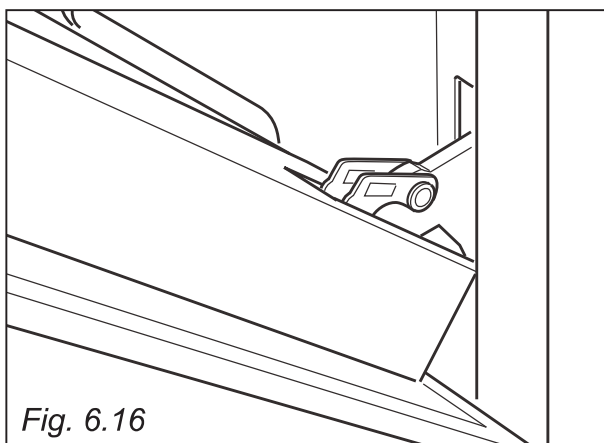
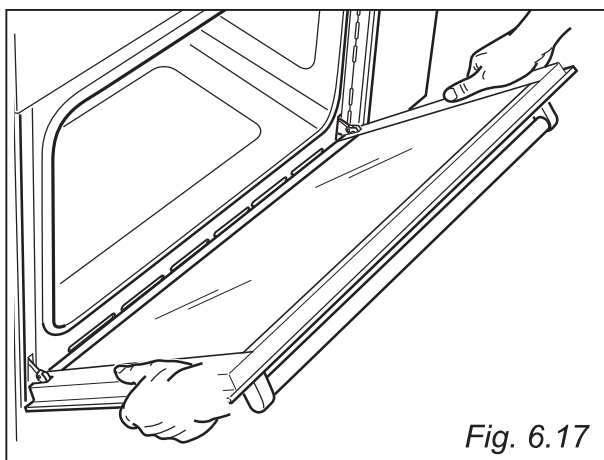

Fig. 6.16
Fig. 6.17
- Tenez la porte (fig. 6.17).
- Refermez doucement la porte (fig. 6.16) jusqu'à ce que les leviers "A" des charnières gauche et droite s'accrochent sur la partie "B" de la porte (fig. 6.17).